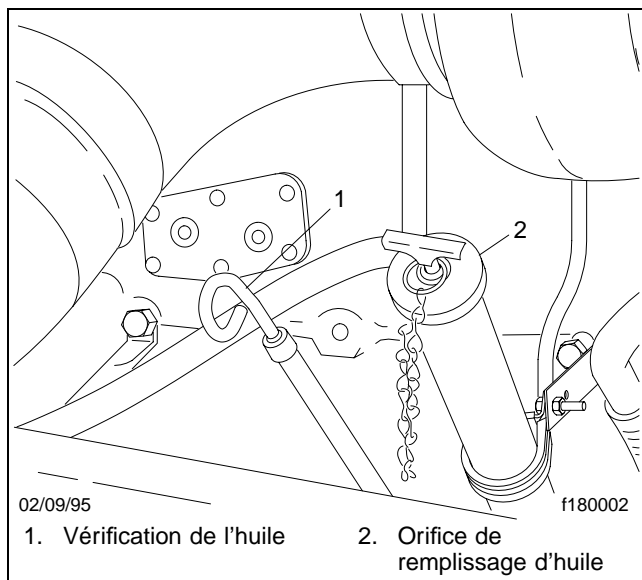

Fig. 11.5, Vérification du niveau de l'huile (Cummins NTC illustré)
12. Vérifiez le niveau d'huile de lubrification du moteur. Consultez la **Fig. 11.5**. Si le niveau d'huile est égal ou inférieur au repère «L» (bas) ou «add» (ajouter) de la jauge d'huile, ajoutez assez d'huile pour amener le niveau entre le repère «L» ou «add» et le repère «H» (haut) ou «full» (plein) de la jauge. Consultez le manuel d'utilisation et d'entretien du fabricant du moteur pour connaître les lubrifiants recommandés.